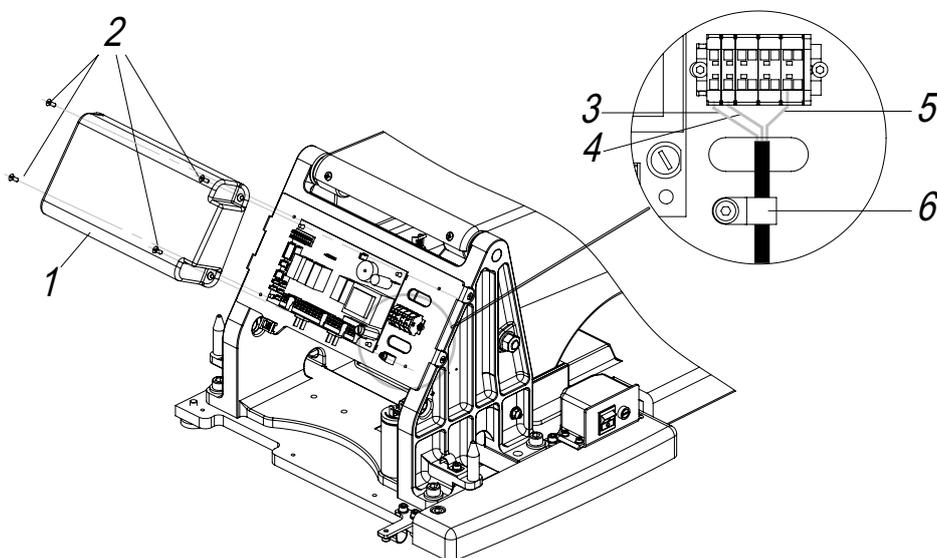

Fig. 6
DÉTAIL DU BRANCHEMENT DE L'ALIMENTATION AU FAUTEUIL (FIG. 6)
Connecter le câble général d'alimentation du réseau (2 x 1.5 + T) au connecteur préparé à côté de la carte de mouvements (figure 6). Bien fixer les connexions passant à travers le collier de serrage ("6") sans traverser l'isolement. Fixer les bornes sur la réglette en vérifiant la connexion de la ligne (L), du neutre (N) et de la terre (T).